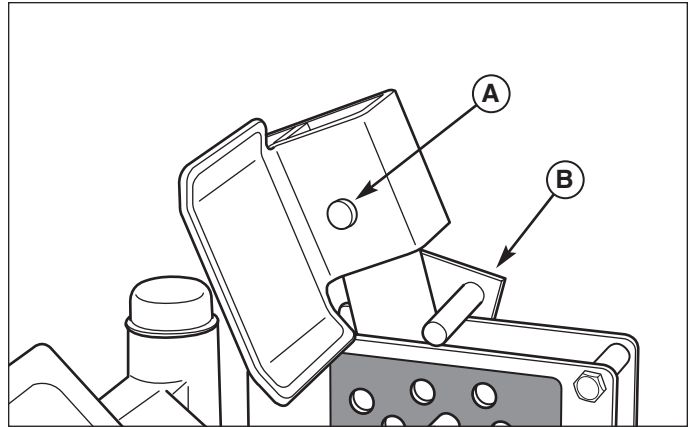

Figura 39. Quitar pedal elevador
2. Vea la Figura 39. Quite la horquilla y el pasador de horquilla y quite el pedal elevador de la cubierta. Levante la placa del piso para obtener acceso a la banda de tracción del PTO.
7. Baje la placa del piso y reinstale el pedal elevador de la cubierta, el pasador de horquilla y la horquilla. Asegúrese de que la barra bloqueadora de la cubierta esté como se muestra en la Figura 39.